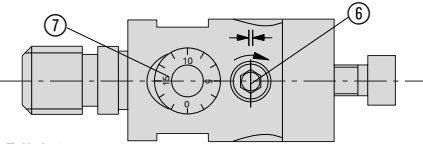

Bild 2
Zur Klemmung des Verstellbolzens sind die Werkzeuge mit einer Klemmschraube ⑥ ausgerüstet (Bild 2).
1. Zylinderschraube ⑥ lösen (Bild 2/11).
2. Werkzeug durch Drehen der Skala ⑦ auf Durchmesser einstellen.